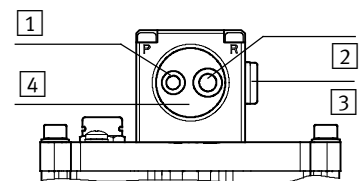

Fig. 11
Фланцевая розетка занимает два резьбовых отверстия (→ Fig. 11). Поставляется с предприятия-изготовителя с предварительно смонтированными цанговыми штуцерами с резьбой (входят в объем поставки).
Запорный винт (→ Fig. 11 [3]) уже смонтирован на предприятии-изготовителе и поэтому DFPI-...C1V-P-A уже подготовлен к направленному сбросу воздуха.
- Если запорный винт был демонтирован: снова закройте канал для сброса воздуха на месте уплотнительным кольцом и запорным винтом (→ Fig. 11 [3]) – момент затяжки 13,5 Н·м.
- Подключите DFPI шлангами к соединениям P и R (→ Fig. 11). Для этого вставьте каждый шланг сжатого воздуха до упора в цанговый штуцер с резьбой.
- Закройте неиспользуемое соединение R (→ Fig. 11 [2]) заглушкой (принадлежности).
- Откройте канал для сброса воздуха на месте, в котором вы демонтируете запорный винт (→ Fig. 11 [3]).
- Ввинтите фильтр G1/4 или глушитель G1/4 (принадлежность) в канал для выхлопа воздуха на месте (→ Fig. 11 [3]) – момент затяжки 4 Н·м ± 10 %.